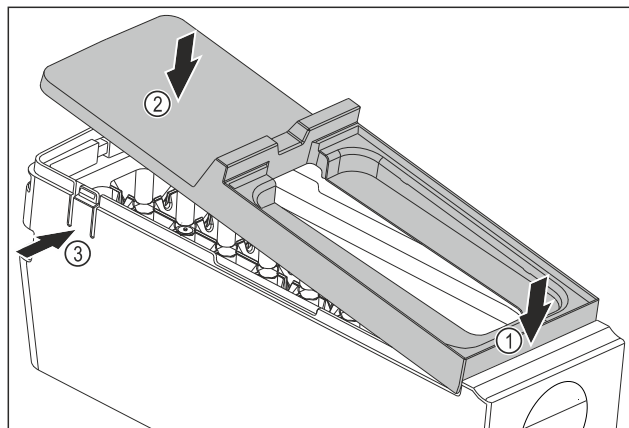

Fig. 108
- ▶ Montaż osłony korpusu EasyTwist-Ice: Osłonę założyć od przodu. Fig. 108 (1)
- ▶ Opuścić osłonę z tyłu. Fig. 108 (2)
- ▶ Osłona zatrzaskuje się słyszalnie w obu nakładkach Fig. 108 (3).